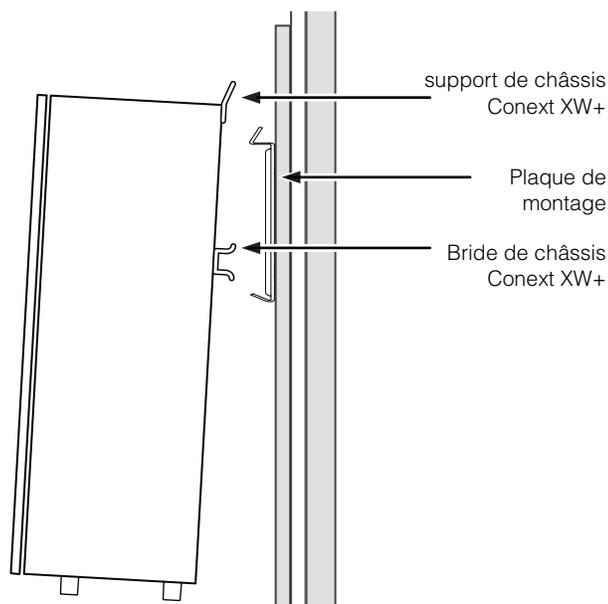

Figure 2-7 Montage mural du Conext XW+
1. Aligner la bride à l'arrière du châssis Conext XW+ sur le bord inférieur de la plaque de montage, comme dans la Figure 2-7.